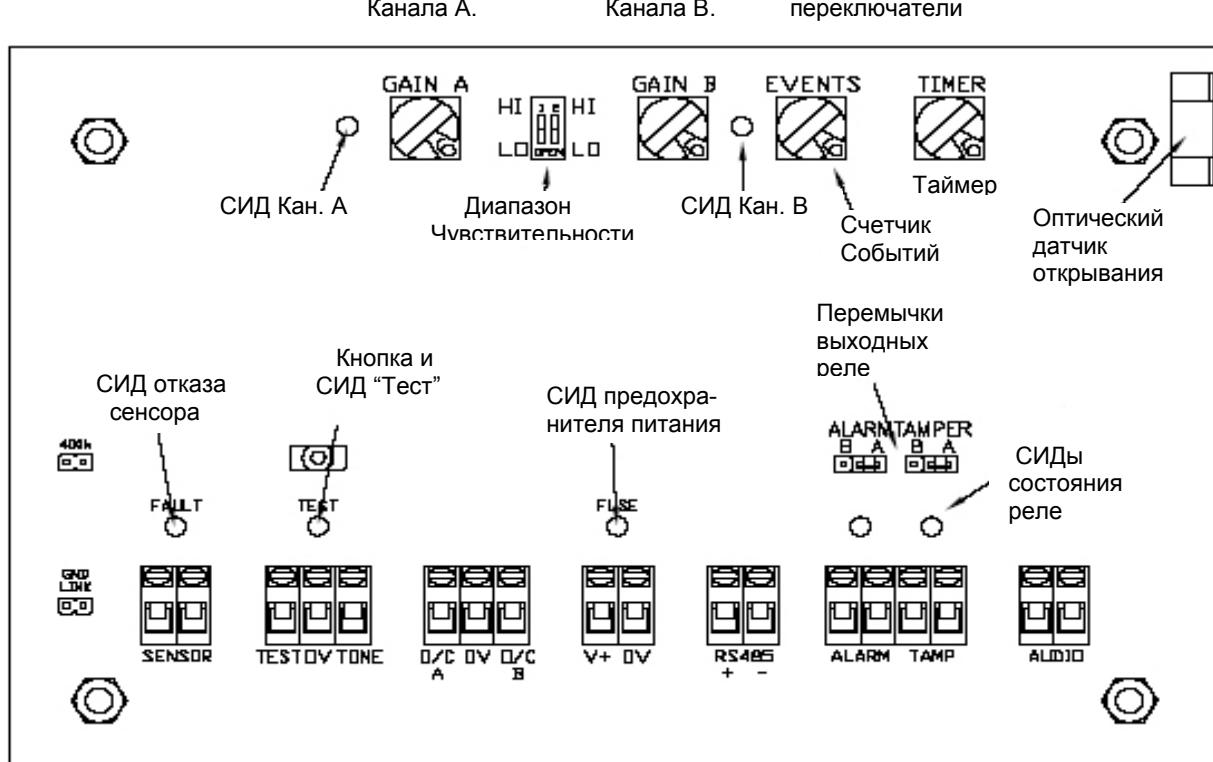

Рис. 2. Переключатели и индикаторы на плате Анализатора GD5000
Анализатор содержит блок местного и дистанционного контроля, позволяющий проверить правильность работы электронной схемы. Режим местного контроля включается путем нажатия кнопки Test, расположенной на плате Анализатора. Для дистанционного контроля работы Анализатора путем замыкания контактов Test и 0V, выведенных на клеммный блок под кнопкой Test и соответствующим светодиодом (Рис. 2).
Используемые в анализаторе GD5000 реле Тревоги и Аварии являются однополярными поляризованными. Иногда их называют контактами типа С. На печатной плате имеются перемычки, предоставляющие возможность выбора для каждого релейного выхода либо нормально разомкнутых, либо нормально замкнутых контактов. Перемычка LK5 предназначена для выбора конфигурации реле Тревоги (ALARM), а LK6 - для выбора конфигурации реле Аварии (TAMP). См. Рис. 2.
В верхней части печатной платы анализатора расположены четыре поворотных переключателя, позволяющие дискретно устанавливать значения от 0 до 9 (Рис. 2).
Анализатор GD5000 имеет также сдвоенный переключатель диапазона чувствительности (HI-LO), расположенный между левыми поворотными переключателями (Рис. 2). Этот двойной переключатель позволяет выбрать диапазон "низкой" (LO) или "высокой" (HI) чувствительности для каждого из поворотных переключателей (Каналы А и В). Если одну из секций этого переключателя поставить в положение "HI" (Высокая), то расположенный рядом поворотный переключатель работает в диапазоне более высокой чувствительности.
Анализаторы снабжены 7-ю светодиодами (СИД), которые показывают состояние анализатора. См. Рис. 2.
4. Проверьте, что оба светодиода ALARM и TAMP светятся. На рис. 2 показано размещение этих индикаторов на панели анализатора. Если хотя бы один из указанных СИД не светится, то это говорит о повреждении системы. Указания по поиску неисправностей см. в разделе 6.